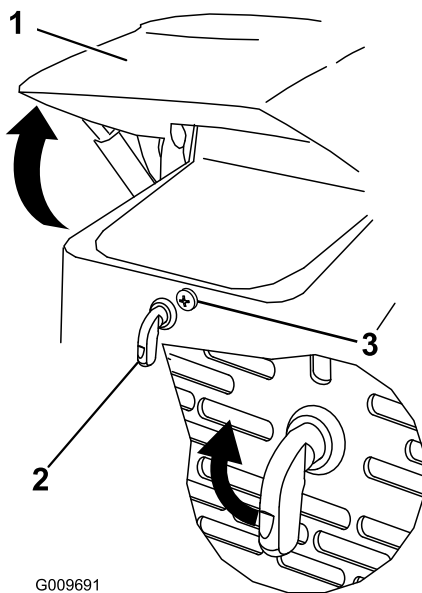

Figura 27
1. Allentate la vite di bloccaggio del cofano (Figura 27)
2. Girate il fermo del cofano in senso orario (Figura 27).
3. Ruotare il cofano verso l'alto (Figura 27).
3. Serrate la vite di bloccaggio del cofano per fissare il dispositivo di chiusura (Figura 27).